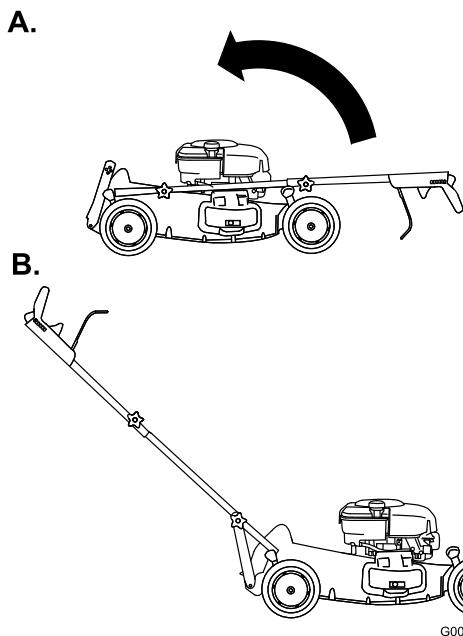

Figure 6
4. Tournez le guidon en arrière (Figure 6).